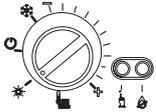

Рис. 3.5
• Поверните переключатель 3, как показано на рисунке (Рис. 3.5): сигнальный индикатор 1 замигает с интервалом в 2 секунды.